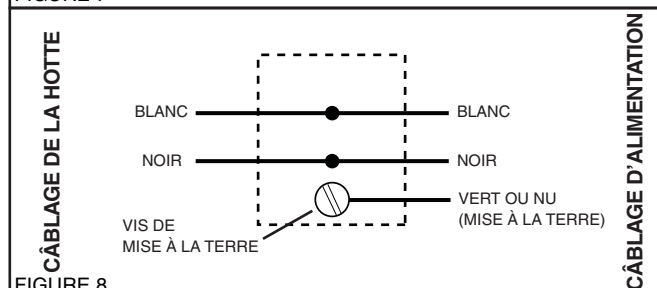

FIGURE 8
2. Voir la Figure 8. Effectuer les connexions électriques.